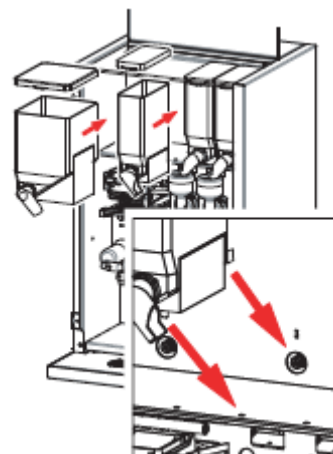

Рис. 17
5. Поместите канистры обратно в правильном порядке. Убедитесь, что привод канистр соприкасается зубцами (шестернями) на задней стенке и что крепежные рубчики входят в отверстие пластины (рис. 17).